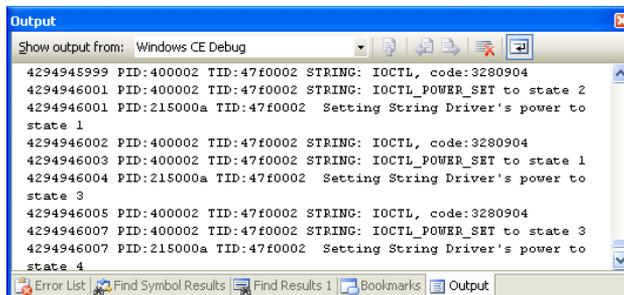

Abbildung 6.13 Energieverwaltungsmeldungen des Zeichenfolgentreibers
6. Führen Sie die Anwendung erneut aus. Beachten Sie die Debugmeldungen bezüglich der Energiezustände, wenn der Power Manager den Energiestatus des Zeichenfolgentreibers ändert (siehe Abbildung 6.13).